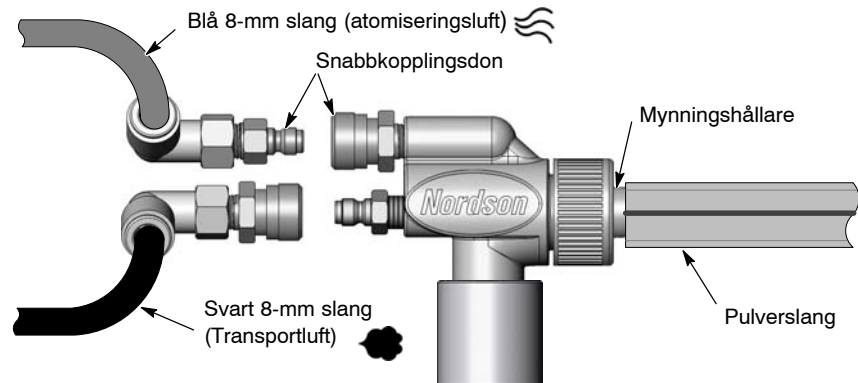

Bild 2-8 Pumpmontage
1. Sätt i den blå slangen för atomiseringsluft och den svarta slangen för transportluft i pumpens anslutningar så som visas i bild 2-8.